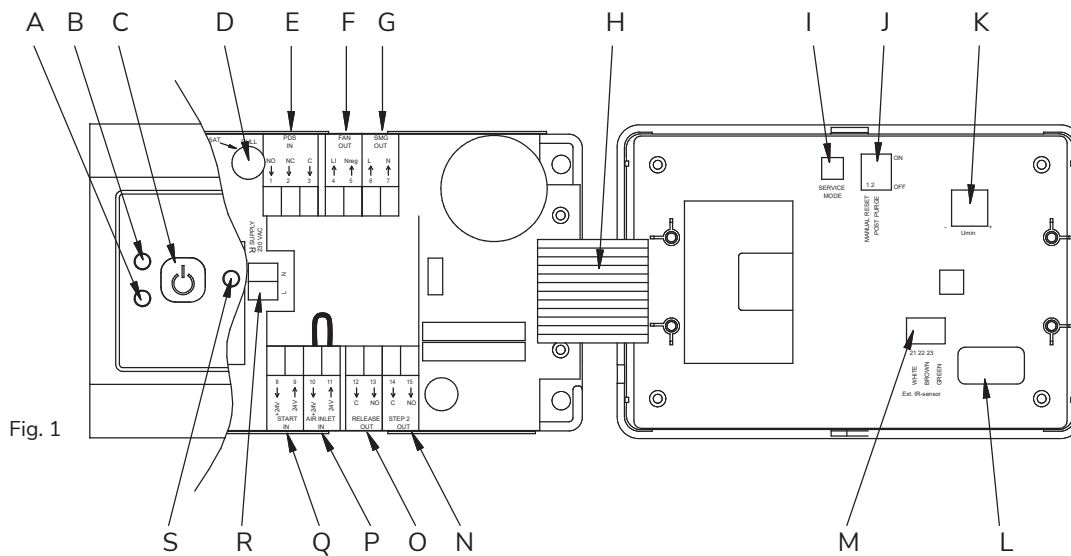

Fig. 1
Controleer de fabrieksinstelling van de DIP-schakelaarinstelling vóór de inbedrijfstelling (Fig. 1-J)
- Druk op de ON/OFF-knop (Fig. 1-C).
- Druk op de servicemodusknop (Fig. 1-I) aan de achterkant van de klep.
- De alarm-LED (Fig. 1-A) zal ROOD knipperen, en het knipperen van de bedrijfs-LED (Fig. 1-B) geeft de positie van de drukschakelaar aan. Zie de onderstaande tabel.
- De potentiometer (Fig. 1-K) wordt op maximaal ingesteld door met de klok mee te draaien.
- Verhoog de drukschakelaar-instelling langzaam totdat deze uitschakelt (u hoort een klik) of totdat de bedrijfs-LED (Fig. 1-B) van GROEN naar ROOD verandert.